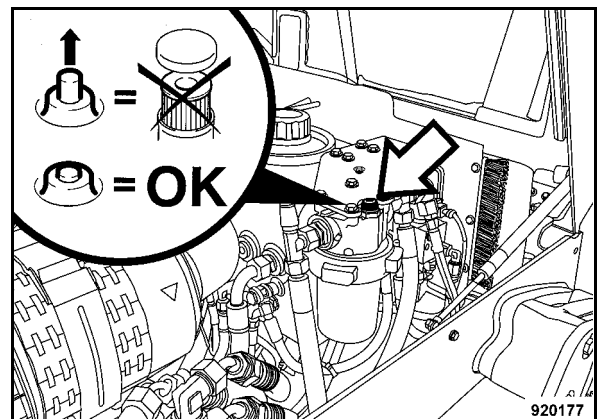

Fig. 94
- Controllare l'indicatore di manutenzione 1 (Fig. 94) soltanto a temperatura d'esercizio e con il numero di giri max. del motore.